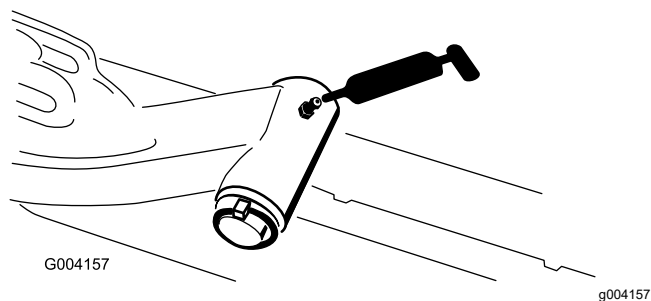

Рисунок 71
- Ось поворота подъемного рычага (по 1 шт.) (Рисунок 71)